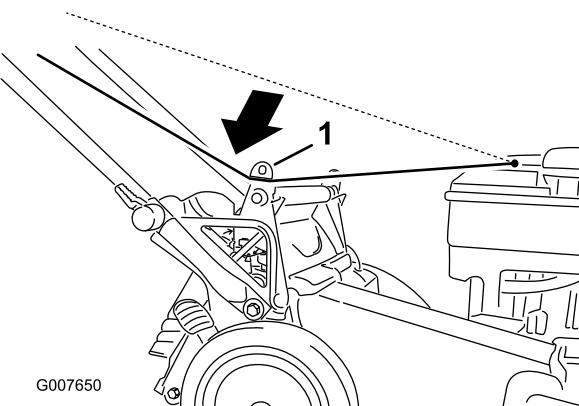

Figure 23
- Faites passer le câble du lanceur autour du guide inférieur (Figure 23).